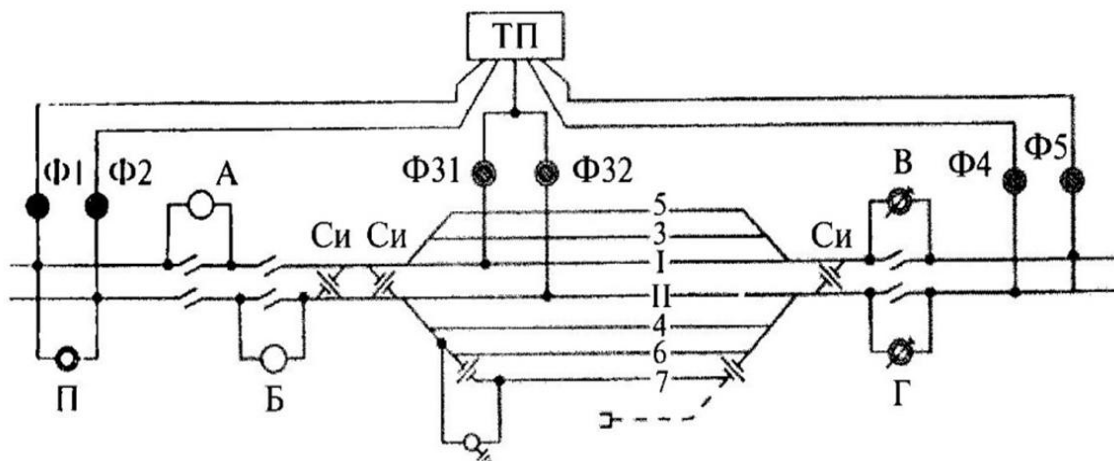

Рис. 2. Схема питания и секционирования контактной сети
- схема питания и секционирования контактной сети (рис.2);